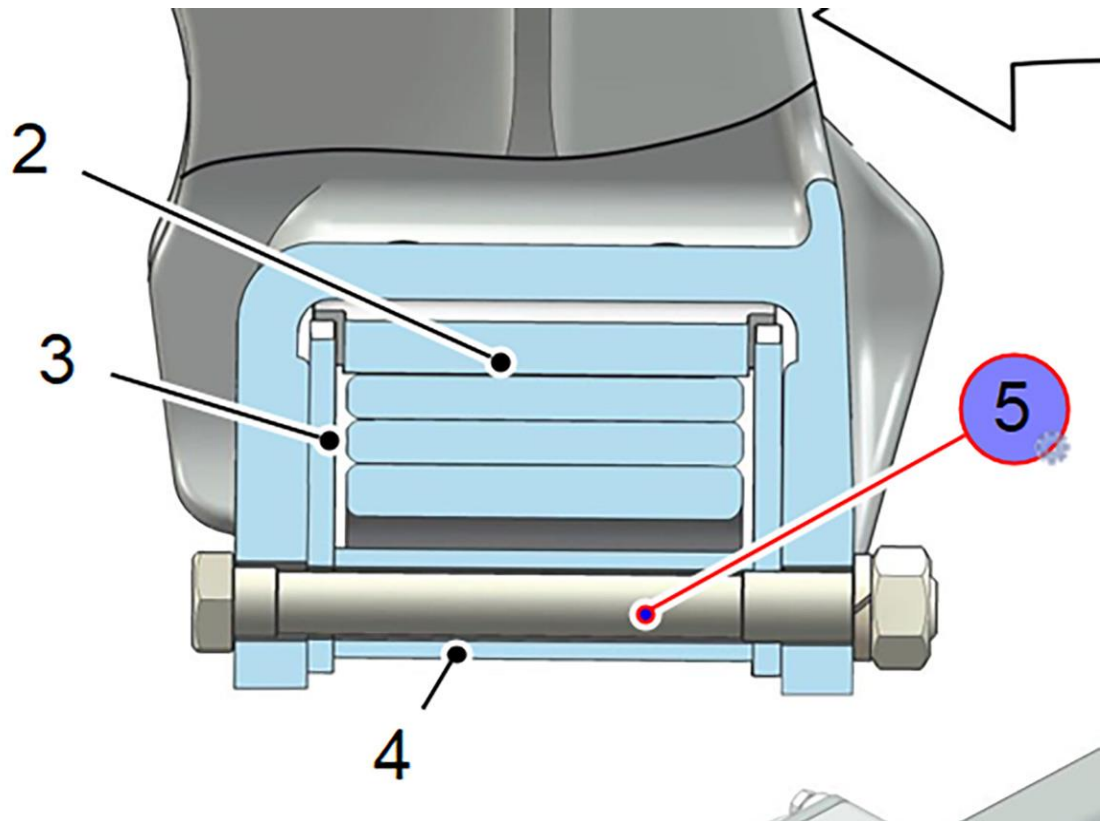

Рисунок 231
6) Выделите строку с созданной применяемостью и нажмите на кнопку **Выбрать применяемость**. После этого произойдет возврат в редактор иллюстраций. Выноска помечена значком применяемости  (рисунок 231).